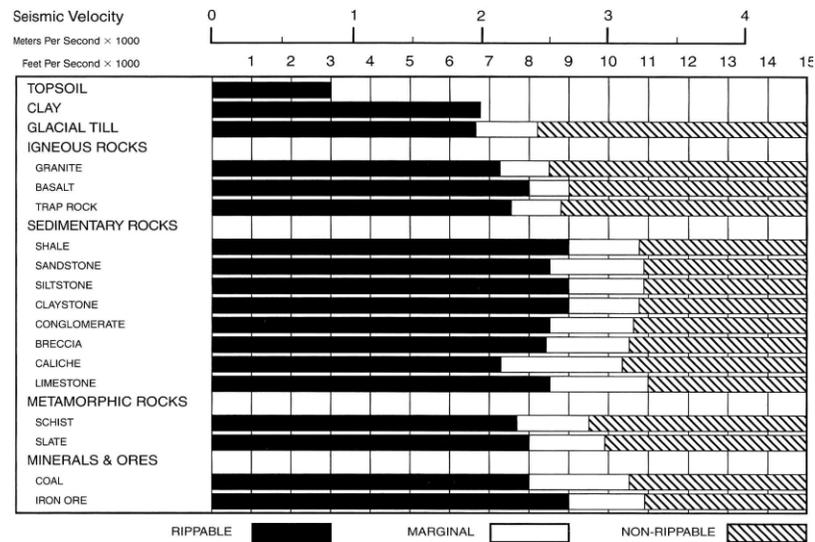

Figura 2 – Cartas de ripabilidade.
- Figa se é possível fazer a extração de todo o material sobrejacente à rocha sã utilizando um dos “rippers” cuja capacidade é apresentada na Figura 2. Justifique.